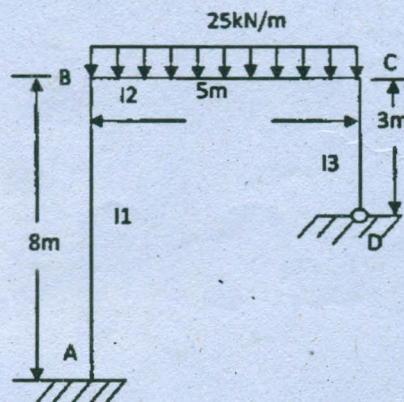

Fig. 5
- (b) Analyse the portal frame shown in Fig. 5. Take $I_1 : I_2 : I_3 = 3 : 2 : 1$. Use slope deflection method.